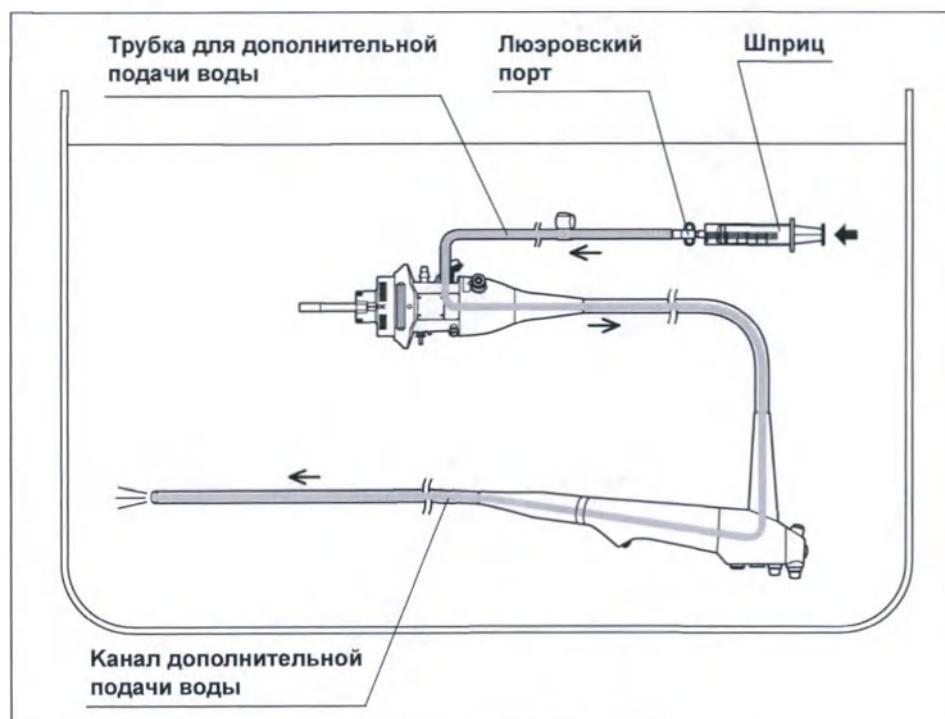

Рис. 5.66
- 8 Заполните воздухом и присоедините к люэровскому порту трубки для дополнительной подачи воды шприц, продуйте канал дополнительной подачи воды, используя 30 мл воздуха. (см. рис. 5.66)
- 12** Полностью погрузив шприц в воду для промывания, медленно наполните его водой для промывания, подсоедините шприц к люэровскому порту трубки для дополнительной подачи воды (MAJ-855) и промойте канал дополнительной подачи воды 30 мл воды для промывания. (см. рис. 5.66)